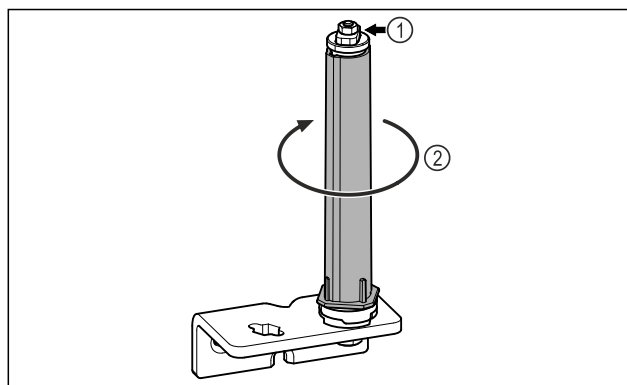

Fig. 21
- Älä pura ovijärjestelmää Fig. 21 (1) osiin.
- Käännä sulkujärjestelmää Fig. 21 (2), kunnes se naksahdaa.